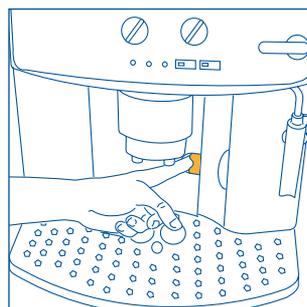

Рис. 15
**ПРИМЕЧАНИЕ 7:** кофеварка подсчитывает количество чашек воды, которые были приготовлены. Каждые 14 маленьких чашек (или 7 больших)  загорается индикатор (гл. 12, пункт 3), предупреждая, что кассета для кофейной гущи заполнена и ее необходимо вытряхнуть и прочистить. До очистки кассеты для гущи лампа остается горячей, а кофеварка больше не готовит кофе. Для того, чтобы произвести очистку, откройте дверцу для обслуживания, расположенную в передней части, потянув за специальную ручку, рис. 15; загорится мигающий индикатор , см. пар.12, п. 9, затем извлеките ванночку для сбора воды, рис. 16, слейте и очистите ее.
- откройте дверцу для обслуживания, рис. 15;